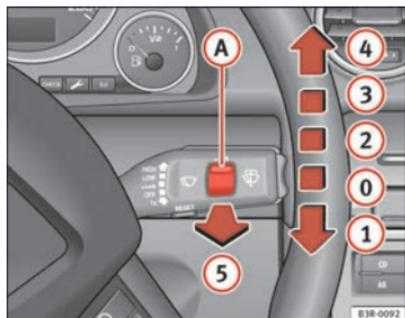

Fig. 101 Levier d'essuie-glace
Le levier d'essuie-glace → fig. 101 est doté des positions suivantes :
Les projecteurs allumés, sélectionnez la fonction lavage / balayage automatique ⇒ page 133, fig. 101 (S) en tirant le levier pendant plus d'une seconde.